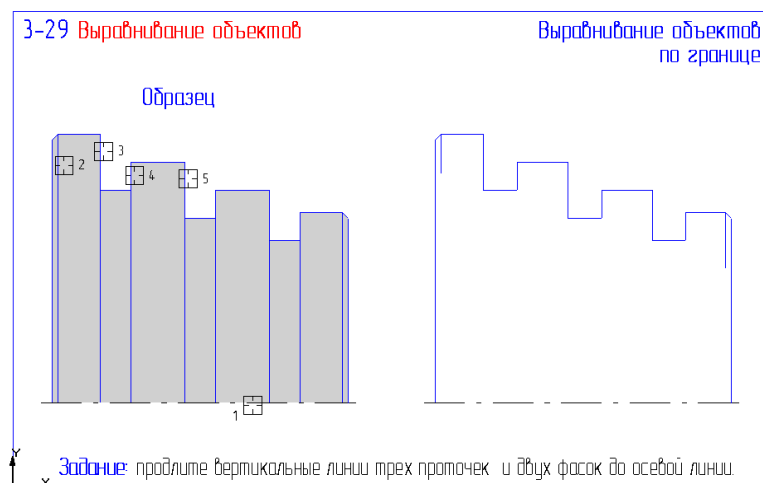

Рис. 35
37. Откройте файл фрагмента 3-29 (рис. 35) и доработайте чертеж по образцу применив команду **Выровнять по границе**. Результат сохраните.